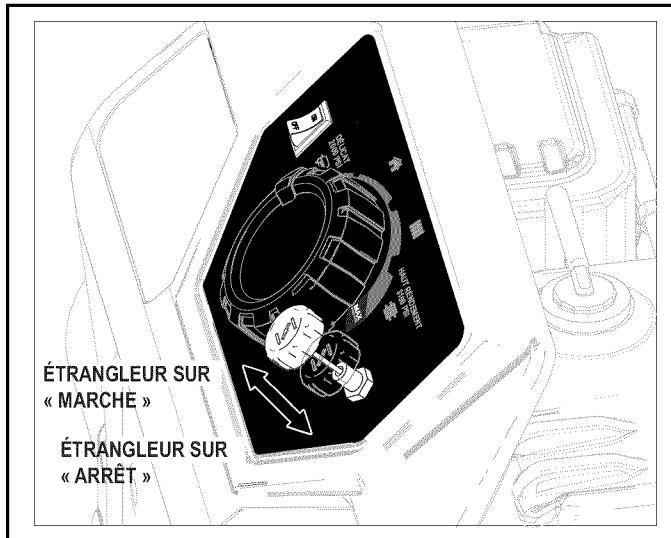

Figure 5-6. Bouton de l'étrangleur
- Lors du démarrage du moteur, poussez lentement sur le bouton de l'étrangleur jusqu'à la position « ARRÊT » (« OFF ») pendant que le moteur chauffe. Si le moteur faiblit, tirez sur le bouton de l'étrangleur jusqu'à ce qu'il atteigne la position « MARCHE » (« ON »), puis poussez-le jusqu'à la position « ARRÊT » (« OFF ») (Figure 5-6).